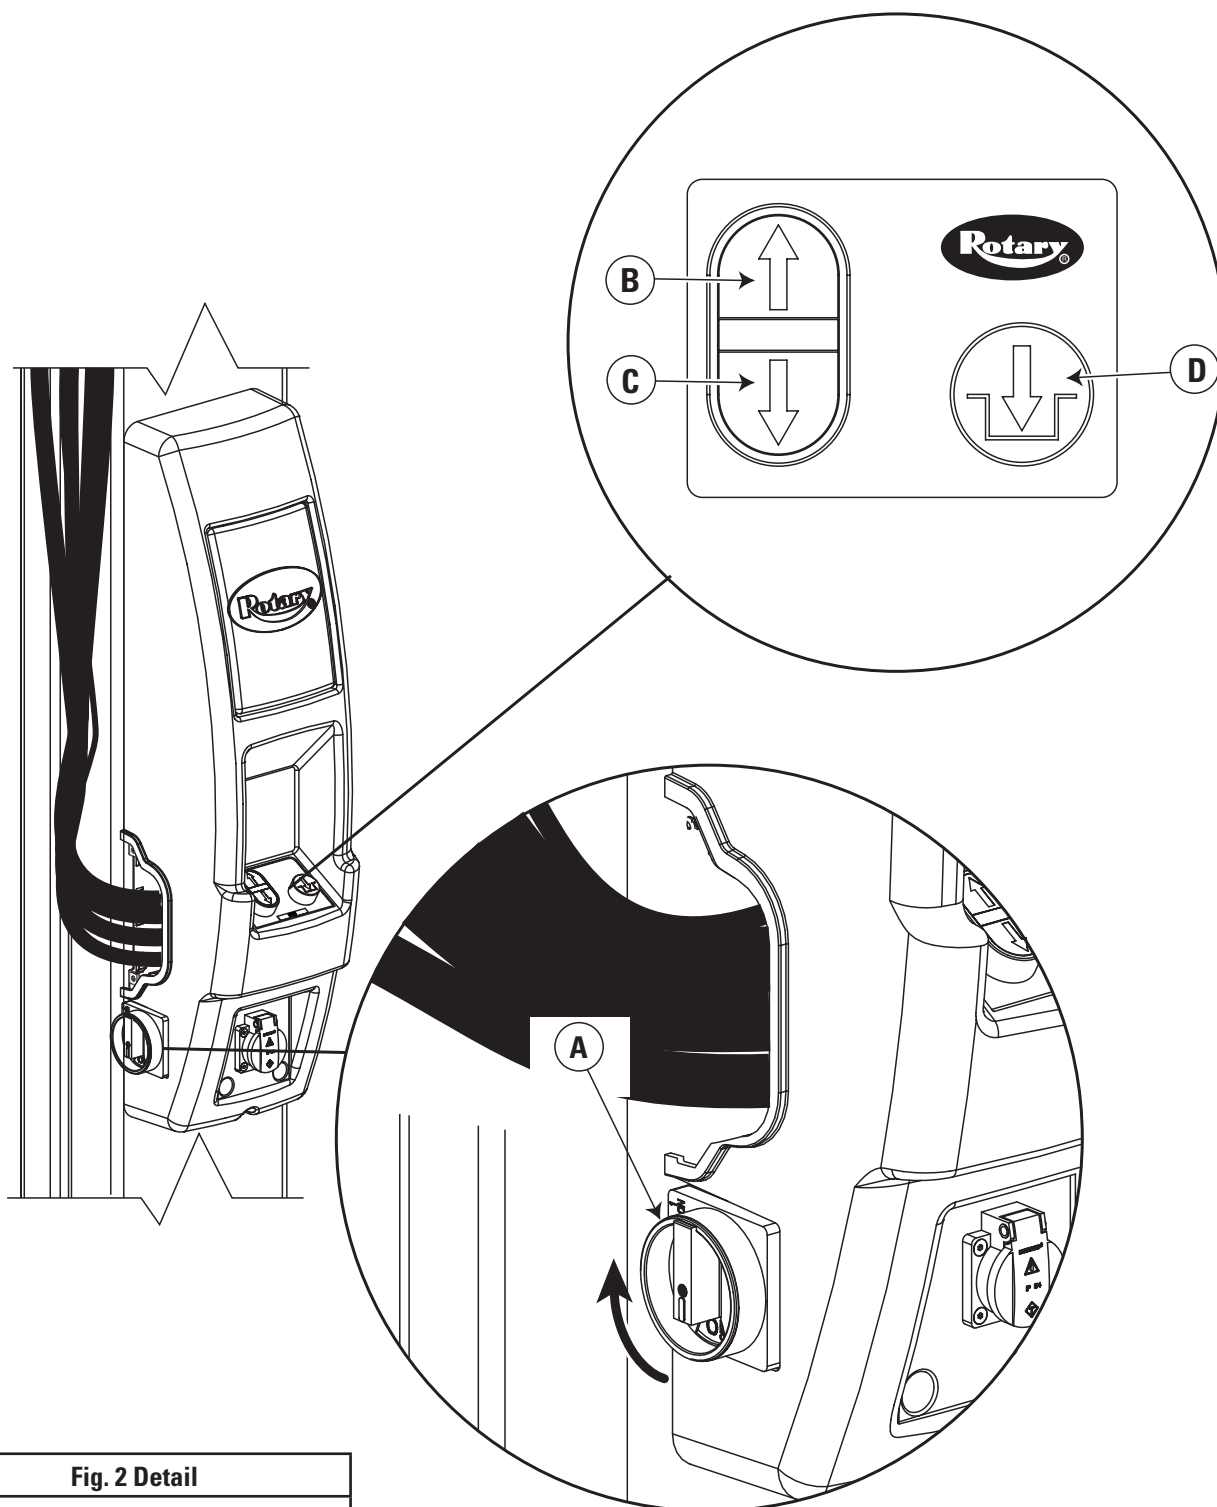

Fig. 2 Detail
Para los elevadores de la serie E, coloque los dos interruptores de parada de emergencia en la posición de encendido „ON”, Fig. 2.
- Para los elevadores de la serie E: Pulse  en el cuadro de mando, Fig. 2.
- Para los elevadores de la serie E: Accione  en el cuadro de mando para bajar el elevador hasta los inmovilizadores, Fig. 2.